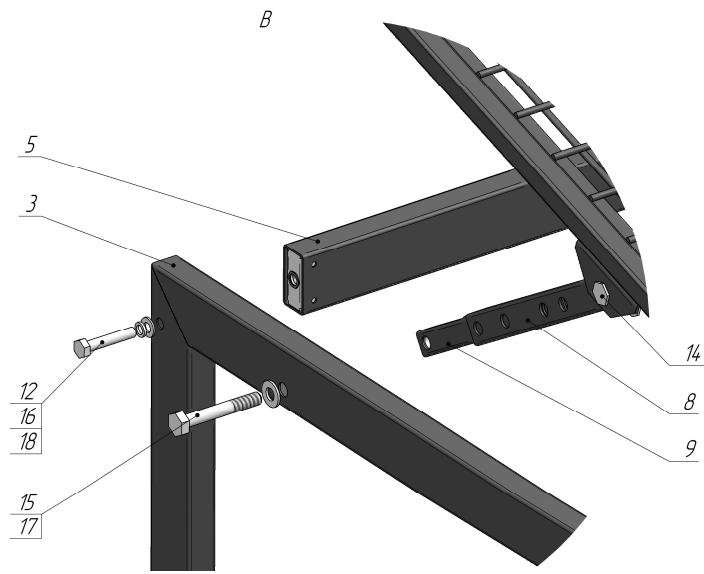
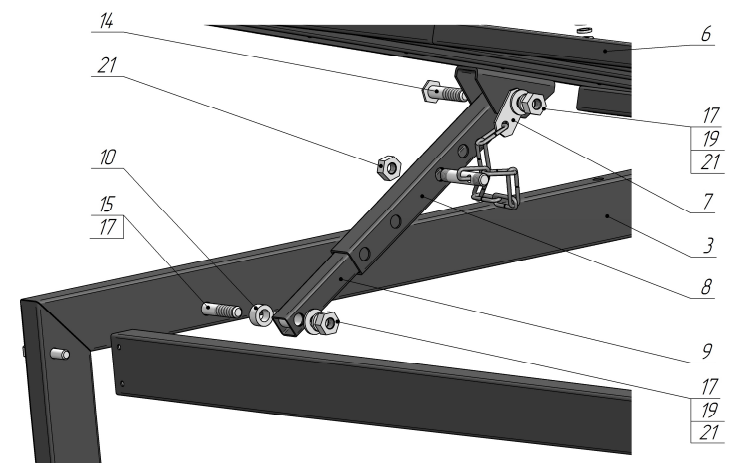

Рис. 5 – Установка балки.
Рис. 7 – Установка стоек столешницы.
7.5 Закрепить балку поз. 5 между боковинами поз. 3 (см. рис. 5) с помощью крепежа поз. 12, 16, 18.
- 7.7 Закрепить трубы поз. 8 и 9 (см. рис. 5, 7) с помощью крепежа поз. 14, 15, 17, 19, 21 в отверстиях, обеспечив необходимый угол наклона столешницы. Между боковиной поз. 3 и трубой поз. 9 установить втулку поз. 10 (см. рис. 7).